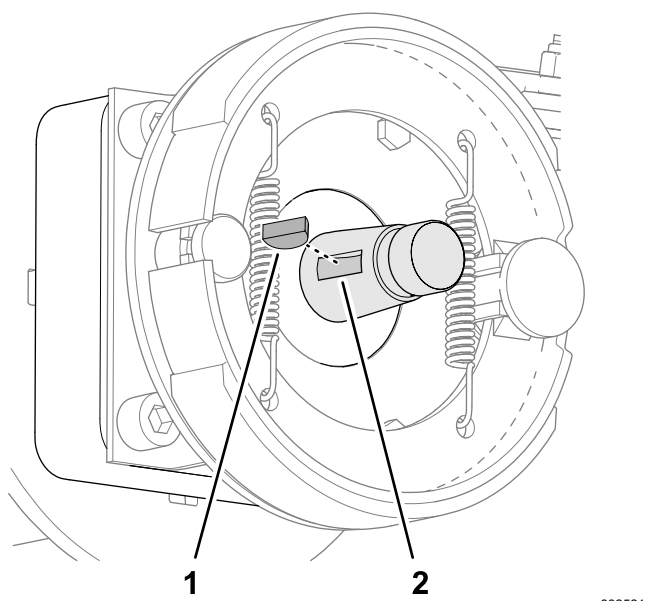

Figura 85
2. Insira a chaveta semirredonda na ranhura do veio do motor do motor das rodas (Figura 85).